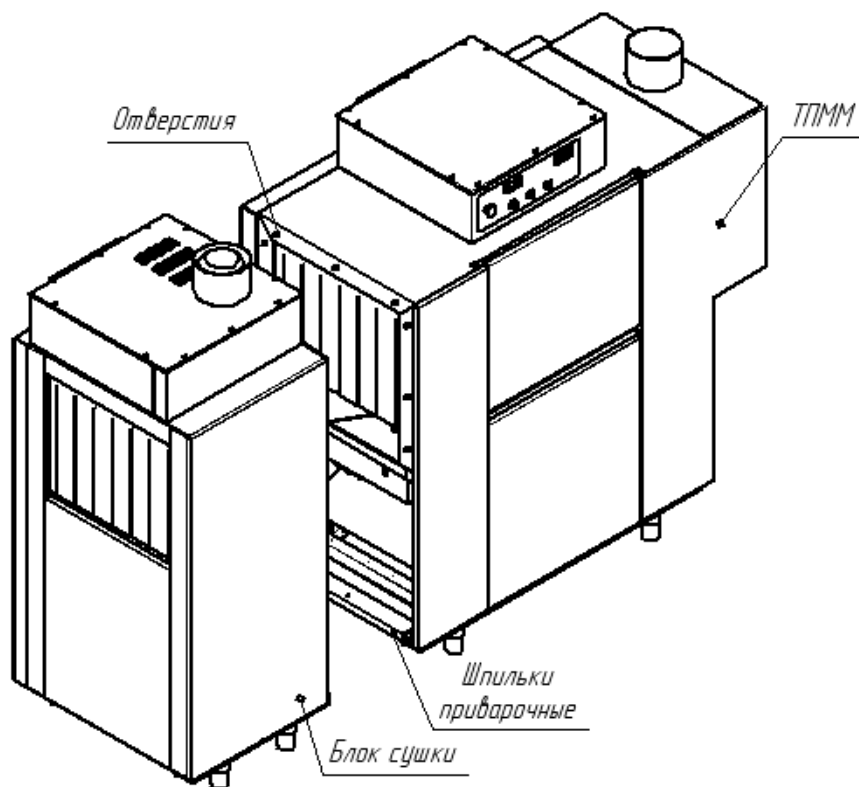

Рисунок 6 – Стыковка блока сушки и машины посудомоечной
5.5.8 Произвести стыковку посудомоечной машины и блока сушки, попадая шпильками приварочными, расположенными на сушке, в отверстия на корпусе машины. Шпильки, находящиеся на швеллере рамы машины должны попасть в пазы, расположенные на швеллере рамы сушки (рис. 6, 7).